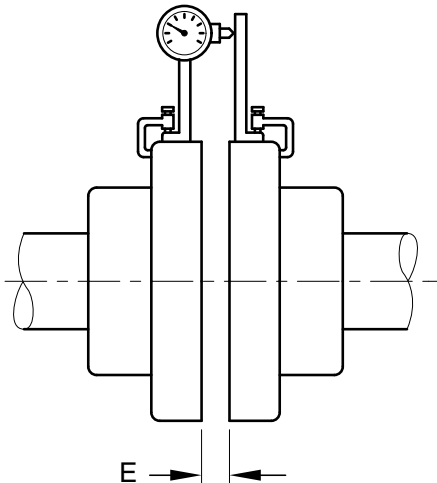

Fig. 7: Misurazione assiale (scentratura angolare)
4.2.3.1 Misurazione assiale (fig. 7)